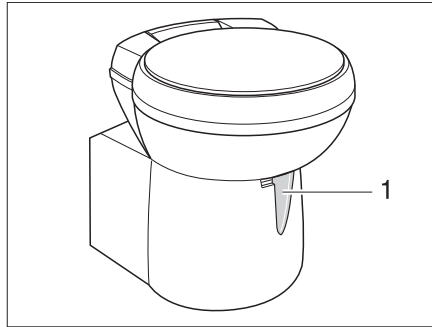

Fig. 347 Tazza del WC Thetford, orientabile
- Prima di tirare l'acqua, aprire il cursore della toilette Thetford. A tal fine girare la leva del cursore (Fig. 347,1) in senso antiorario.
- Girare la leva del cursore (Fig. 347,1) in senso orario. Il cursore viene chiuso. Per svuotare il cursore **deve** essere chiuso nella toilette Thetford.